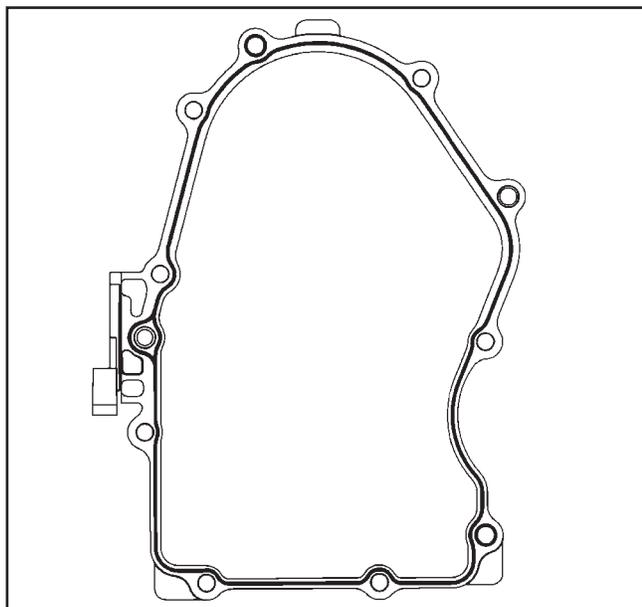

Figure 11-19. Schéma de scellement de la plaque de fermeture.
- Appliquer une bande de produit scellant de 1,5 mm (1/16 pouces) sur la surface d'étanchéité de la plaque de fermeture. Voir la Figure 11-19 pour le schéma d'application du produit scellant.